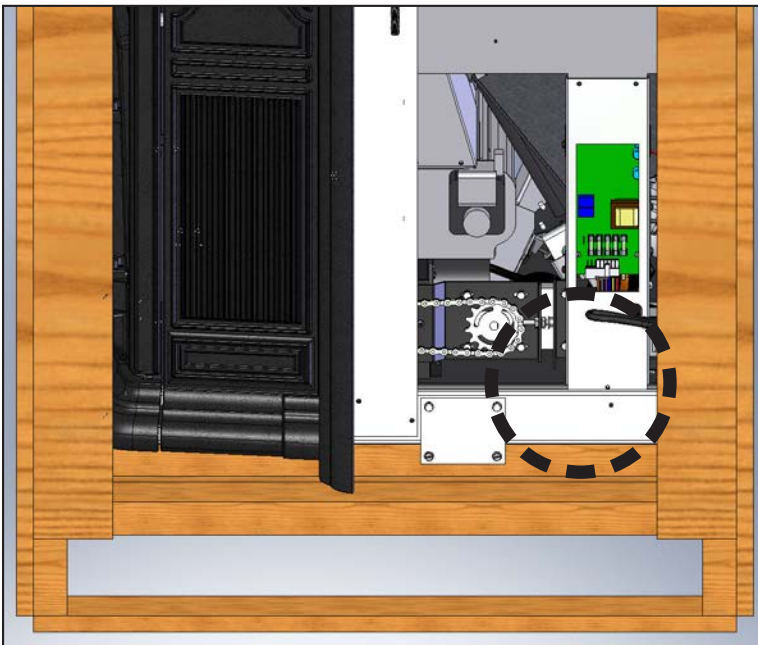

Figure 3 : Plaques de montage fixant le poêle à la palette
5. Retirez les deux boulons supérieurs des plaques de montage de la palette, comme illustré à la Fig. 3.